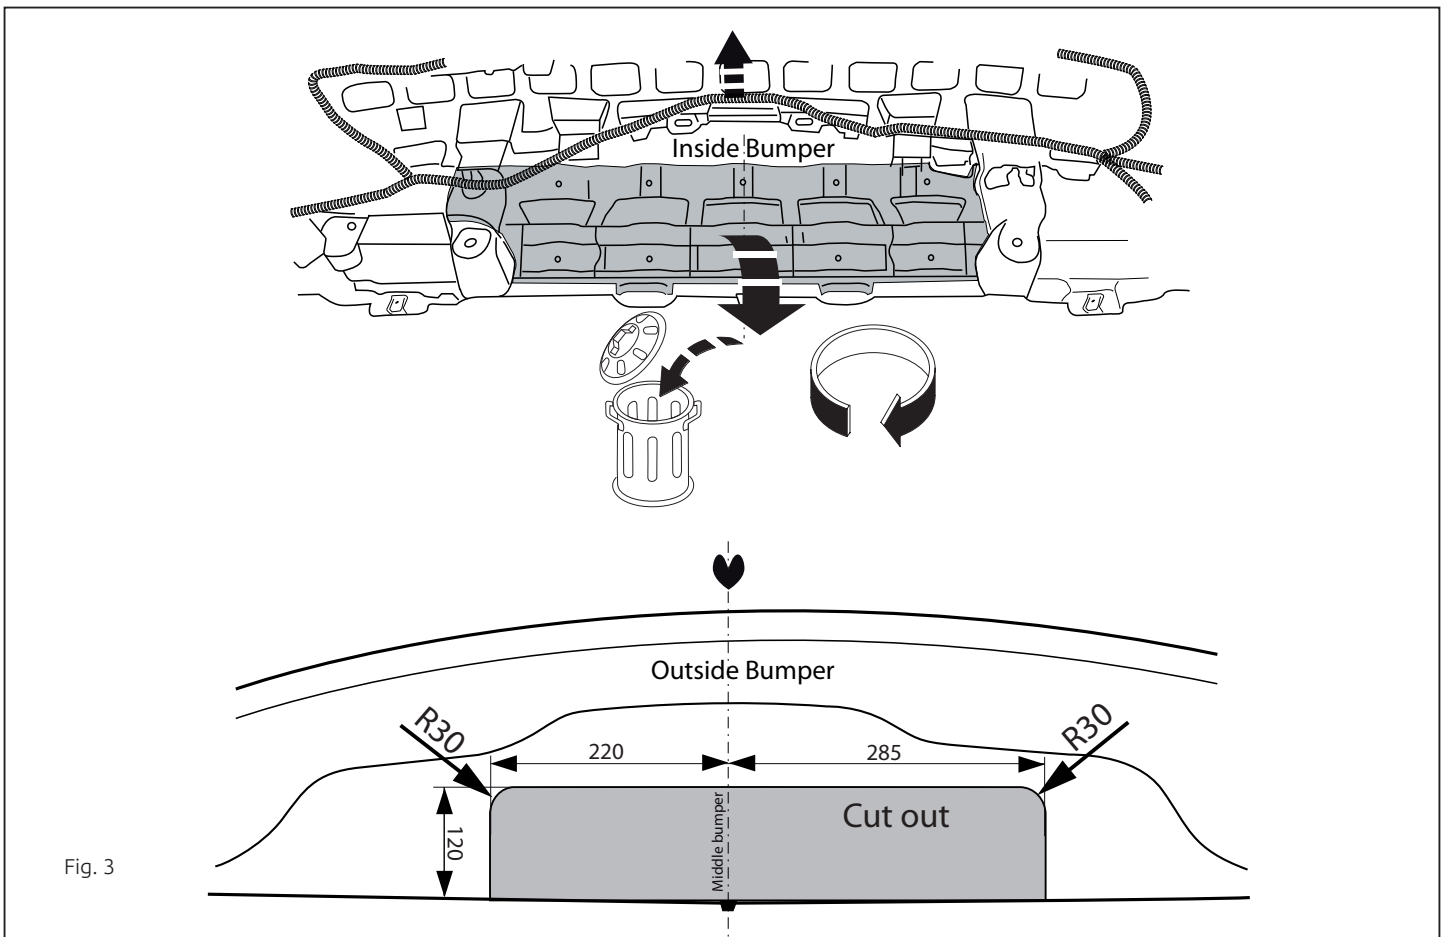

Fig. 3
7. Saw out the portions as indicated in fig. 3.
7. Gemäß Abb. 3 die angegebenen Teile heraussägen.
7. Scier les parties indiquées conformément à la figure 3.